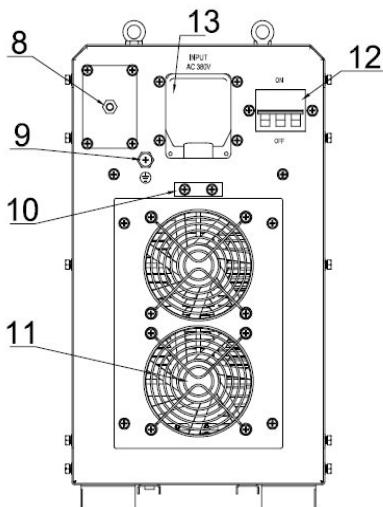
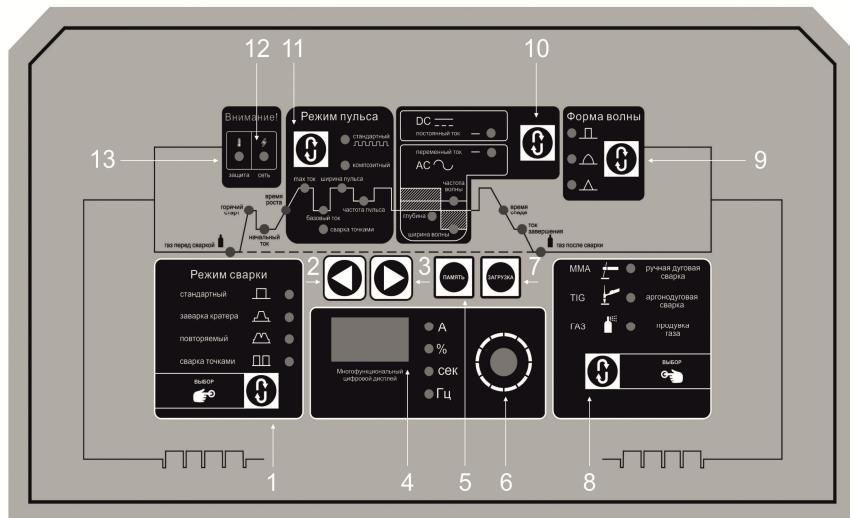

Рис.2. Задняя панель
Рис.3. Панель управления
- Нажмите кнопку «ЗАГРУЗКА» (Рис.3, п.7) для выбора номера программы. Для перехода к следующей программе или другой нажмите на кнопку «ЗАГРУЗКА» повторно.
- Выберите номер программы для выбранного параметра при помощи кнопки «ЗАГРУЗКА» (Рис.3,п.7).
- Установите необходимые величины параметров при помощи ручки выставления параметров (Рис.3,п.6). Переход к выбранному параметру осуществляется при помощи кнопок выбора параметра (Рис.3,п.2,3).
- Сохраните выбранный номер программы для выбранного и установленного параметра в памяти, нажав кнопку «ПАМЯТЬ» (Рис.3,п.5). Дисплей замигает, указывая на сохранение номера программы в памяти сварочного аппарата (Рис.3,п.4).
Для подключения аппарата к сети, необходимо использовать сетевой кабель. Его необходимо подключить с требуемыми параметрами и проверить соединение, т.к. окисления могут привести к серьезным последствиям и даже поломке. Другой конец сетевого кабеля подключите к соответствующему разъему на задней панели аппарата (Рис.2,п.13). Заметьте, что аппарат **TIG-357 DP AC/DC необходимо подсоединить к трехфазной** питающей сети с напряжением **380 В**. Затем проверьте с помощью мультиметра, чтобы технические данные на задней панели аппарата соответствовали напряжению и частоте питающей сети.
**Снабжение газом:** Подсоедините газовый шланг к медному штуцеру (Рис.2,п.8). Система газоснабжения, состоящая из газового баллона, редуктора и газового шланга, должна иметь плотные соединения, чтобы обеспечить надежную подачу газа, что является чрезвычайно важным для осуществления TIG сварки.
**Проверка газа:** нажмите на кнопку проверки газа для проверки работы клапанов, клапаны исправны при поступлении газа (Рис.3,п.8).
Заземлите аппарат для предотвращения возникновения статического электричества и утечки токов (Рис.2,п.9).
После выполнения действий, указанных выше, переведите тумблер в положение "Вкл." (Рис.2,п.12), аппарат начнет свою работу с включения амперметра и работы вентилятора. С помощью переключателя "AC/DC" выберите режим AC или DC (Рис.3,п.10).
С помощью переключателя режимов выберите режим TIG (Рис.3,п.8).
После выполнения всех необходимых работ выключите аппарат посредством перевода тумблера в положение "Выкл." (Рис.2,п.12). Проверьте, ничего ли не тлеет вокруг, т.к. пожар может начаться не сразу, а через некоторое время.
После выполнения действий, указанных выше, переведите тумблер в положение "Вкл." (Рис.2,п.12), аппарат начнет свою работу с включения амперметра и работы вентилятора.
С помощью переключателя режимов выберите режим MMA (Рис.3,п.8).
Внезапная остановка может произойти из-за перегрева. При перегреве аппарата загорается индикатор «Защита» (Рис.3,п.12) , и процесс сварки автоматически останавливается. При этом, не отключая аппарат, дождитесь, пока внутренняя температура не станет соответствовать стандартному диапазону. И погаснет индикатор.